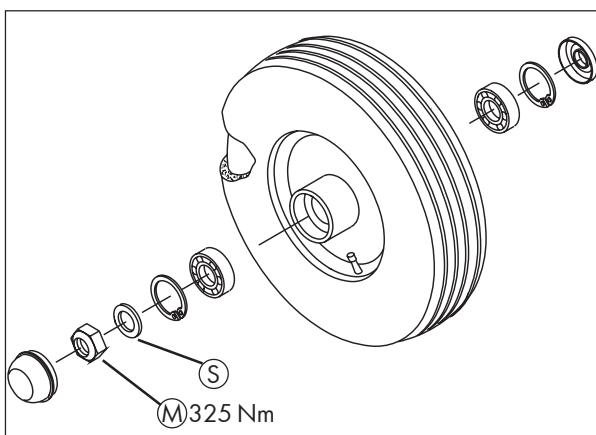

Fig. 3-2
Monter les roues du châssis principal sur les fusées d'essieu. Visser ensuite la roue avec la rondelle (S) Ø 21 mm et l'écrou (M) M20 sur la fusée d'essieu et frapper le chapeau du moyeu sur la jante (fig. 3-2). Utiliser le contenu du sac D pour ces travaux.